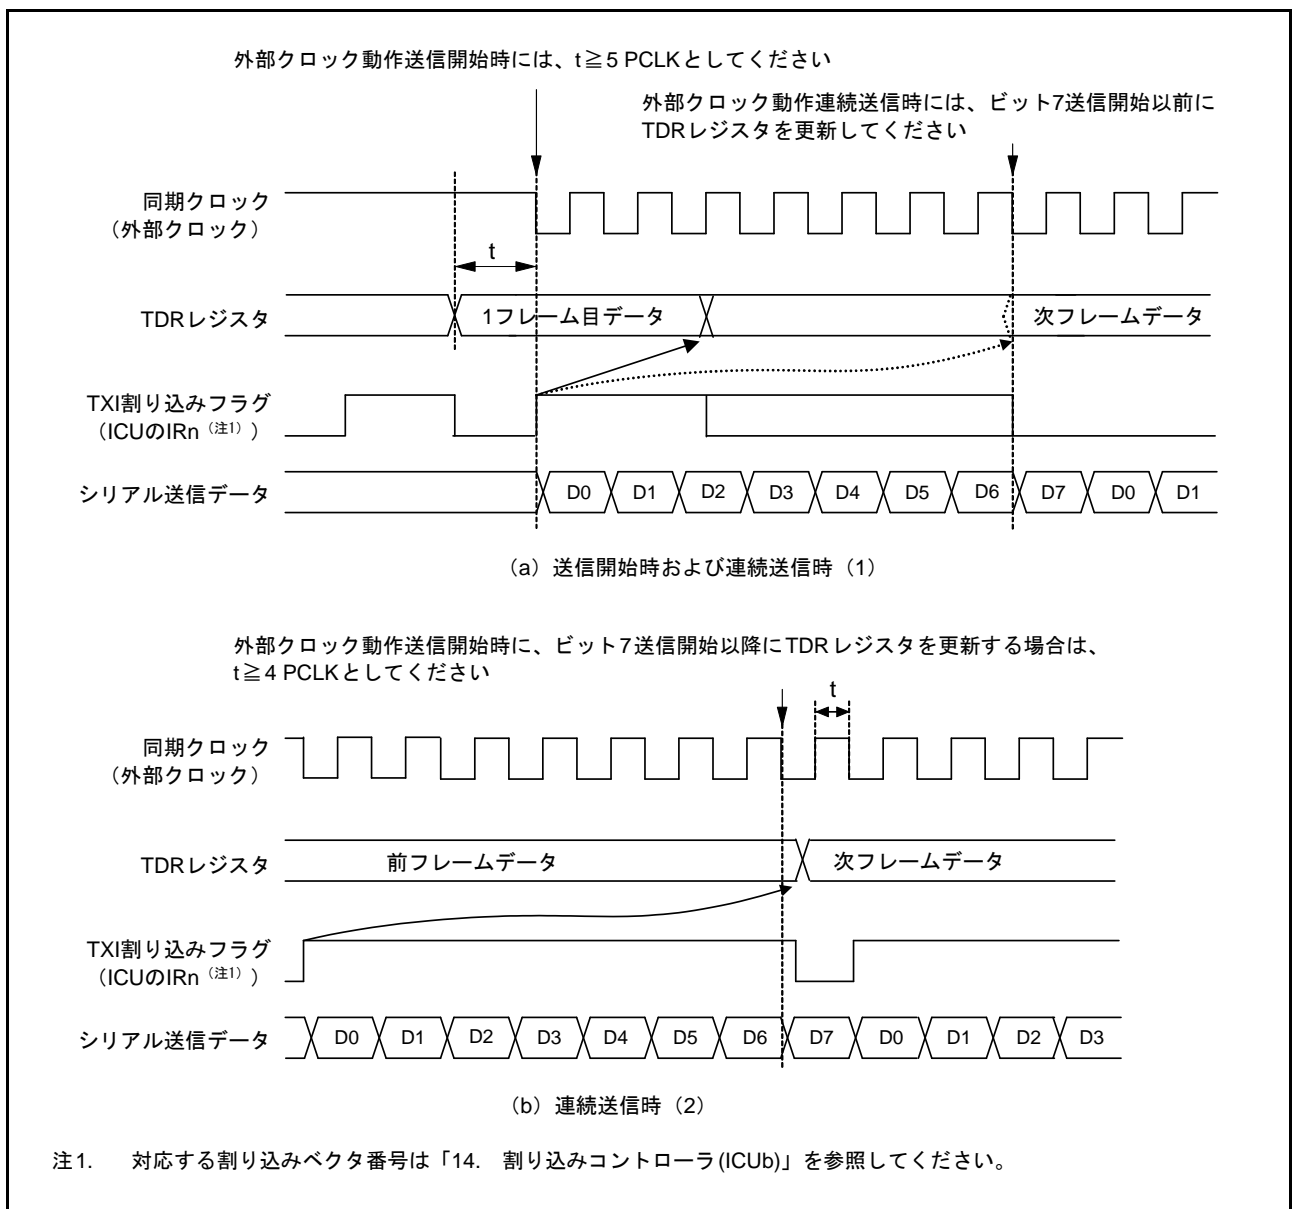

図 27.80 クロック同期式モード送信での外部クロック使用の制約事項
CPU または DTC による TDR レジスタの更新後、PCLK で 5 クロック以上経過した後に送信クロックを入力してください (図 27.80 参照)。
(2) 連続送信時
- ビット7の送信クロックの立ち上がり以前に、TDR レジスタまたは TDRL レジスタに次の送信データを書き込んでください (図 27.80 参照)。
- ビット7送信開始以降に TDR レジスタを更新する場合は、同期クロックが Low の期間に TDR レジスタを更新し、かつビット7の送信クロックの High 幅を、4 PCLK 以上にしてください (図 27.80 参照)。